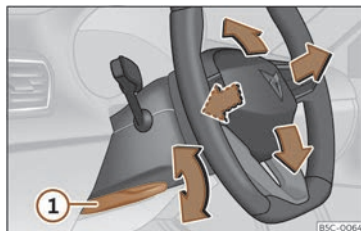

Abb. 65 Hebel auf der linken unteren Seite der Lenksäule.
- Hebel >>> (Abb. 65) ① nach unten schwenken, Lenkrad in die gewünschte Position bringen und Hebel wieder bis zum Schließpunkt nach oben drücken.
- Den Hebel >>> (Abb. 65) ① nach dem Einstellen immer fest nach oben schwenken, damit das Lenkrad während der Fahrt nicht unbeabsichtigt seine Position verändert.